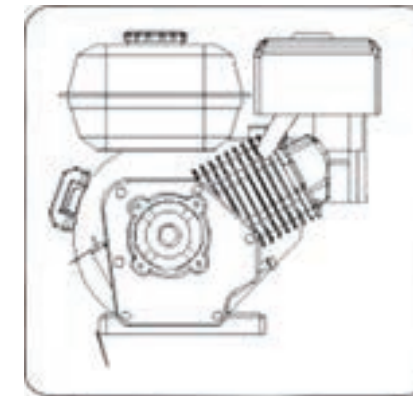

Рисунок 28
2. Отвинтить крышку с маслозаливной горловины и насухо вытереть щуп (см. Рисунок 28).
1. Найти пробку слива масла (см. Рисунок 28).
3. Очистить область вокруг пробки слива масла (см. Рисунок 28).